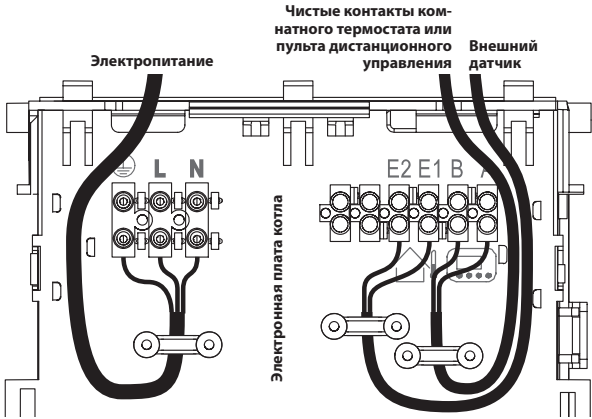

Рисунок 4.10
- Подсоедините токопроводящий кабель к всеполюсному выключателю, соблюдая соответствие линии (коричневый провод) и нейтрали (голубой провод) (Рисунок 4.10).
Чтобы подсоединить комнатный термостат, используйте клеммные колодки (Рисунок 4.10). Установка комнатного термостата исключает установку пульта дистанционного управления.
Электропровода комнатного термостата необходимо вставить между зажимами А и В Рисунок 4.10.